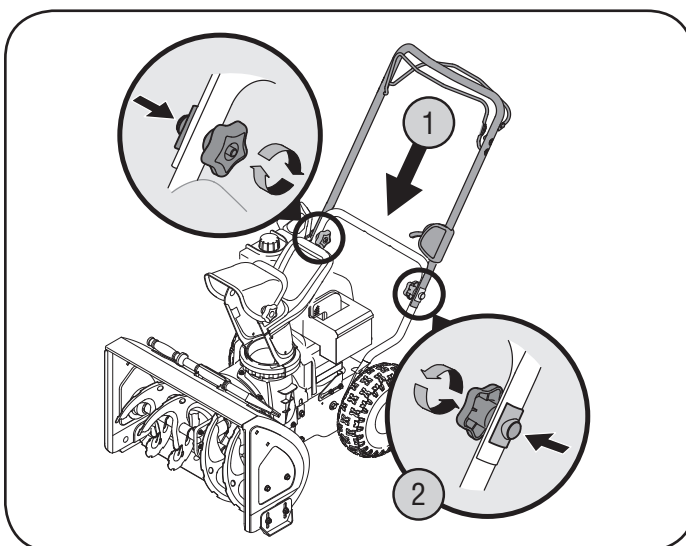

Figura 3
5. Introducir el clavo en la ranura para tal efecto desde la parte exterior del manubrio atravesando los tubos superior e inferior de dicho manubrio y dentro de la argolla de sujeción (2). Repetir la operación por el otro lado.
6. Apretar las perillas de sobre cada lado del mango. Refiérase a la Figura 3.